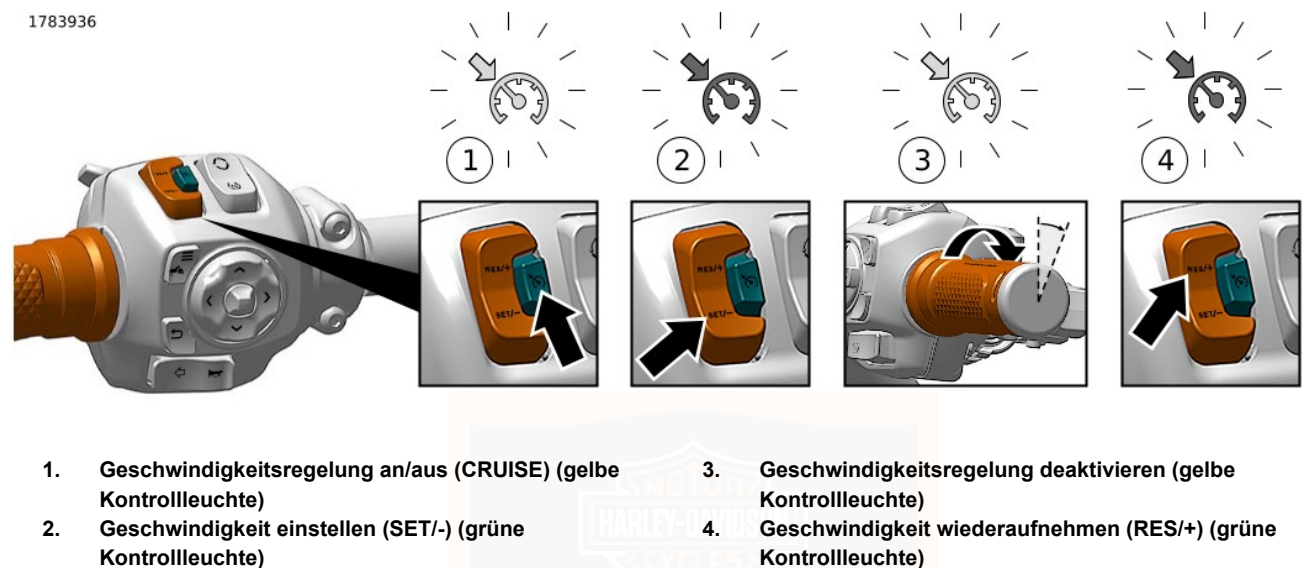

Abbildung 50. Geschwindigkeitsregelung (typisch)
Siehe Abbildung 50. Den Geschwindigkeitsregelungsschalter drücken, um die Geschwindigkeitsregelung (1) einzuschalten. Im eingeschalteten Zustand leuchtet das Symbol für die Geschwindigkeitsregelung in der Tachometer-Oberfläche gelb.
Siehe Abbildung 50. Wenn das Motorrad die gewünschte Geschwindigkeit erreicht hat, den Schalter „SET/-“ drücken, um die Reisegeschwindigkeit (2) einzustellen. Die Farbe des Geschwindigkeitsregelungssymbols wechselt von Gelb auf Grün und die eingestellte Geschwindigkeit wird angezeigt.
Siehe Abbildung 50. Um die Reisegeschwindigkeit zu verlassen, den Gasgriff über den Abrollschalter (3) in die geschlossene Stellung drehen.
Siehe Abbildung 50. Wenn die Geschwindigkeitsregelung deaktiviert wurde, die Geschwindigkeitsregelungs-Kontrollleuchte jedoch orange